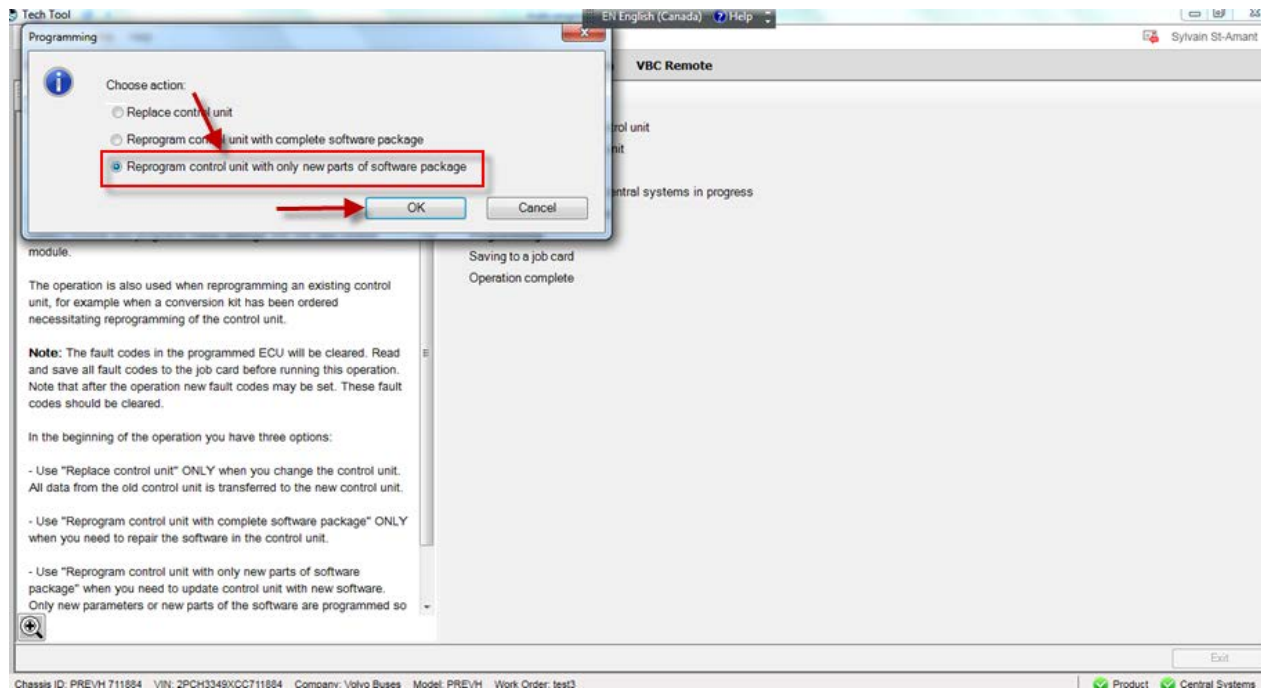

FIGURE 22
4. Sélectionnez **REPROGRAM CONTROL UNIT WITH ONLY NEW PARTS OF SOFTWARE PACKAGE** puis cliquer sur OK (**FIGURE 22**).